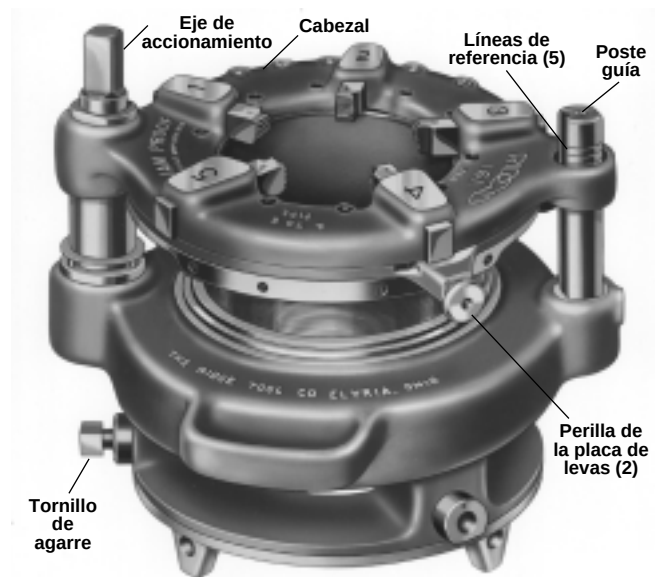

Figura 25 – Roscadora de Engranajes No. 161 con el eje de accionamiento apuntando hacia ARRIBA
2. Tire de las perillas de la placa de levas (*Figura 25*) y gire la placa de levas al tamaño de tubo deseado que viene marcado en la parte superior del cabezal de terraja. Suelte los mangos cuando los pasadores de ubicación caigan a los agujeros en la placa selectora.
Sostenga el portamateriales y gire el extremo cuadrado del eje de accionamiento o gire la caja de engranajes a mano hasta la línea de referencia respectiva en el poste guía. (*Figura 25*)
2. Tire de las perillas de la placa de levas (Figura 25) y gire la placa de levas a la marca CD en la parte superior del cabezal de terrajas.